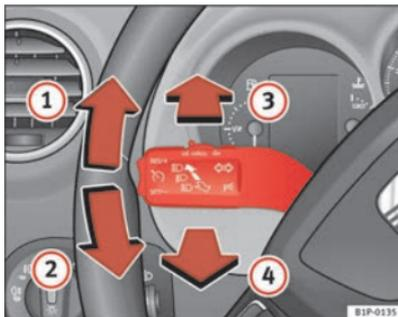

Fig. 77 Leva degli indicatori di direzione e degli abbaglianti
- Spingere la leva verso l'alto (fino al riscontro) ⇒ pag. 126, fig. 77 **1** se si vuole mettere la freccia **a destra**; verso il basso **2** invece, per mettere la freccia **a sinistra**.
- Per accendere gli abbaglianti si deve spingere in avanti la leva ⇒ pag. 126, fig. 77 **3**.